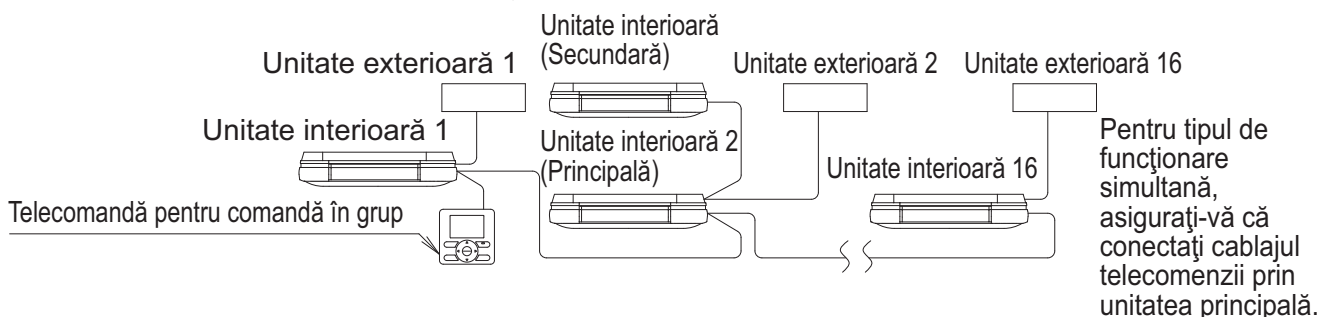

Fig. 43
- La utilizarea ca unitate pereche sau ca unitate principală pentru funcționare simultană multiplă, puteți porni/opri simultan controlul (de grup) până la 16 unități cu telecomanda. **(Consultați Fig. 43)**